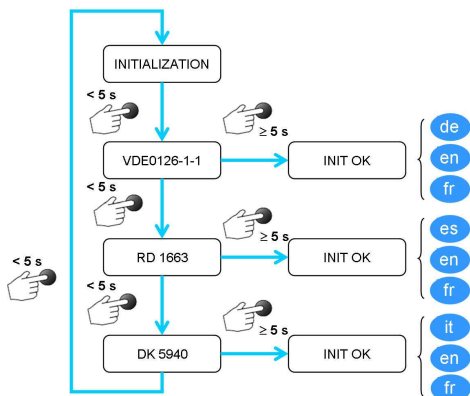

Fig. 11
- Quando si avvia l'apparecchio per la prima volta, sul display si visualizza il messaggio "INITIALIZATION" (Fig. 11):